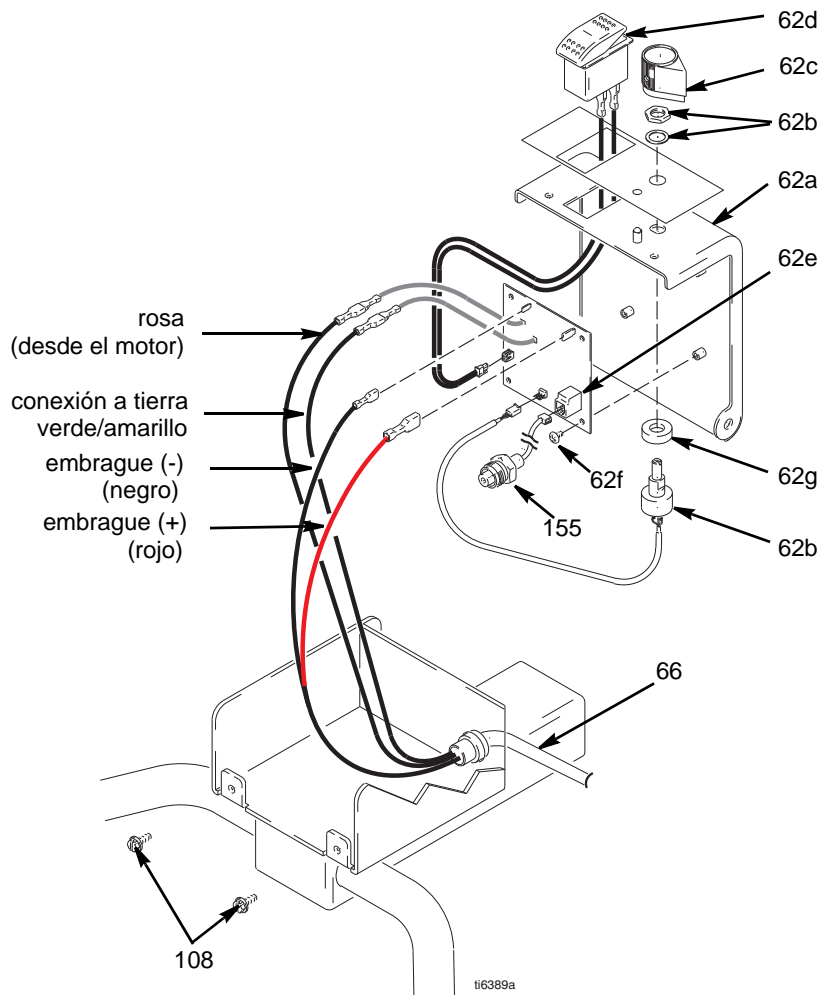

FIG. 14
2. FIG. 14. Retire los dos tornillos (108) y abra la tapa (62a).
3. Desconecte el motor y los cables de conexión a tierra del mazo de cables (66).
- Hilo conductor desde el transductor (155)
1. FIG. 14. Instale la tarjeta de control (62e) con los cuatro tornillos (62f).
4. Suba la tapa (62d) y sujétela con dos tornillos (108).
3. Desconecte el hilo conductor del transductor (155) de la tarjeta de control (62e).
4. Tire del conector del transductor a través del casquillo de alivio de tensión (151).
5. Saque el transductor y la junta tórica (99) del alojamiento del filtro (67).
1. FIG. 14. Instale la junta tórica (99) y el transductor (155) en el alojamiento del filtro (67). Apriete a un par de 35 - 45 ft-lb.
3. Conecte el cable (E) a la tarjeta de circuito impreso de control del motor (62e).
2. FIG. 14. Instale el potenciómetro de ajuste de presión, la tuerca del eje, la contratuerca y el botón del potenciómetro (62c).